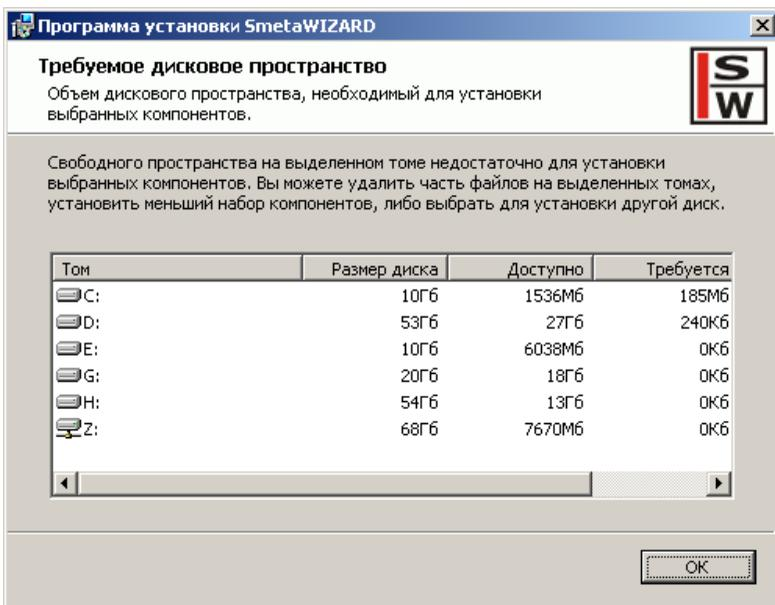

Рис. 8.6 Дисковое пространство.
- чтобы получить информацию о количестве свободного места на доступных дисках, используйте кнопку «Диски», по нажатию которой количество требуемого дискового пространства отображается в специализированном окне (Рис. 8.6).